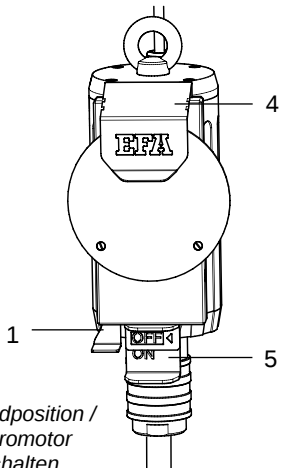

Abb. 6.3 – Grundposition / Elektromotor einschalten
Abdeckblech (4) und Verriegelungshebel (1) fallen zurück in Grundposition, s. Abb. 6.3.
5) Elektromotor einschalten (5), s. Abb. 6.3 "Stellung ON".